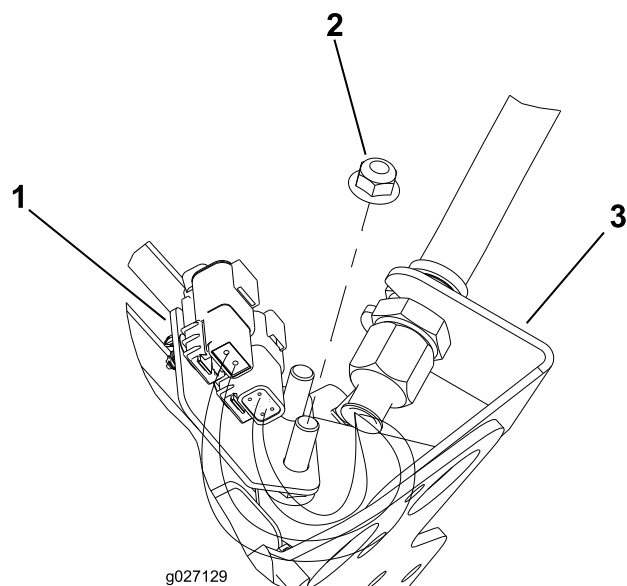
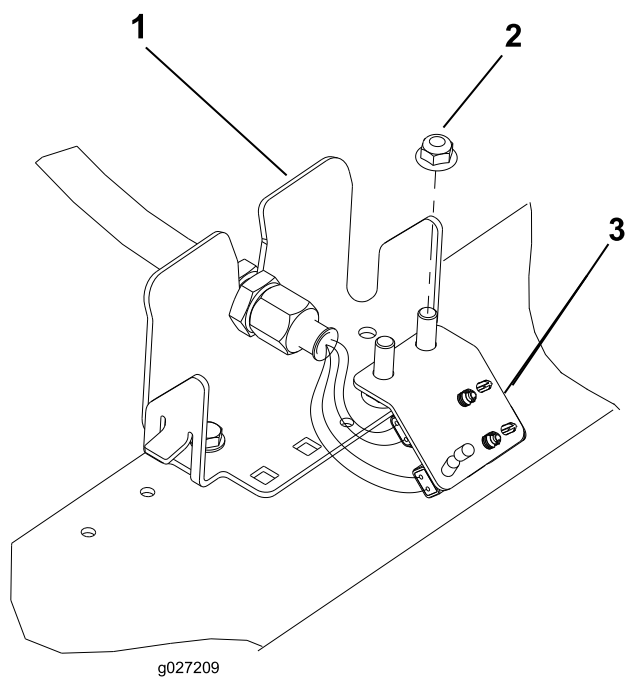

Рисунок 13
Рисунок 16
- Повторите эти действия в остальных (4) местах перегородки, как показано на Рисунок 13 – Рисунок 16.